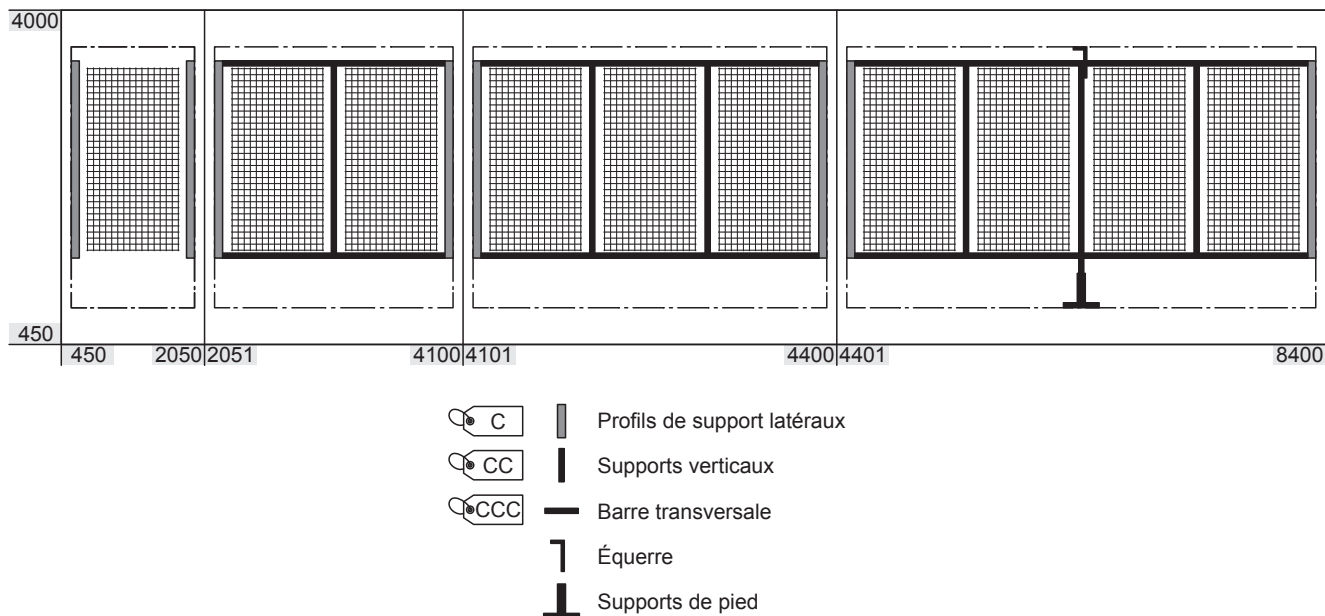

Fig. 28: Aperçu des constructions-cadre du système de buses (dimensions de l'intérieur de l'unité de traitement d'air en mm)
- Marquer la position horizontale du(des) support(s) vertical(aux) sur les barres transversales (dans le cas d'un seul support vertical, celui-ci est positionné au centre, dans le cas de plusieurs supports verticaux, ceux-ci sont positionnés régulièrement répartis sur la largeur, voir Fig. 28).